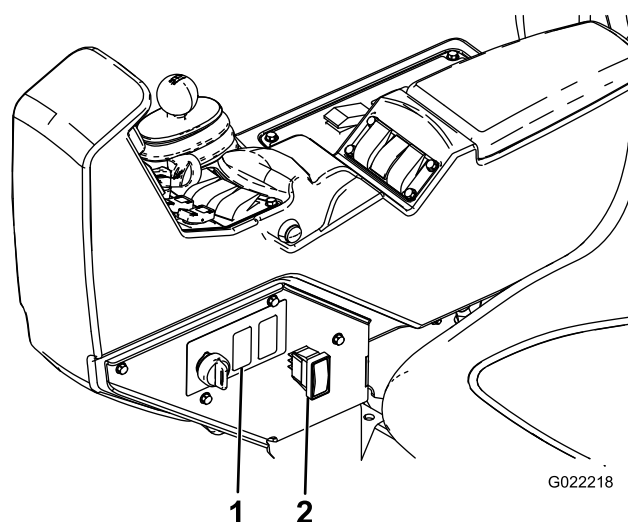

Figura 14
1. Individuate il tappo dell'interruttore del serbatoio di lavaggio sul lato della consolle dell'irroratrice e rimuovetelo (Figura 14).
4. Montate l'interruttore sul connettore attraverso la consolle (Figura 14).